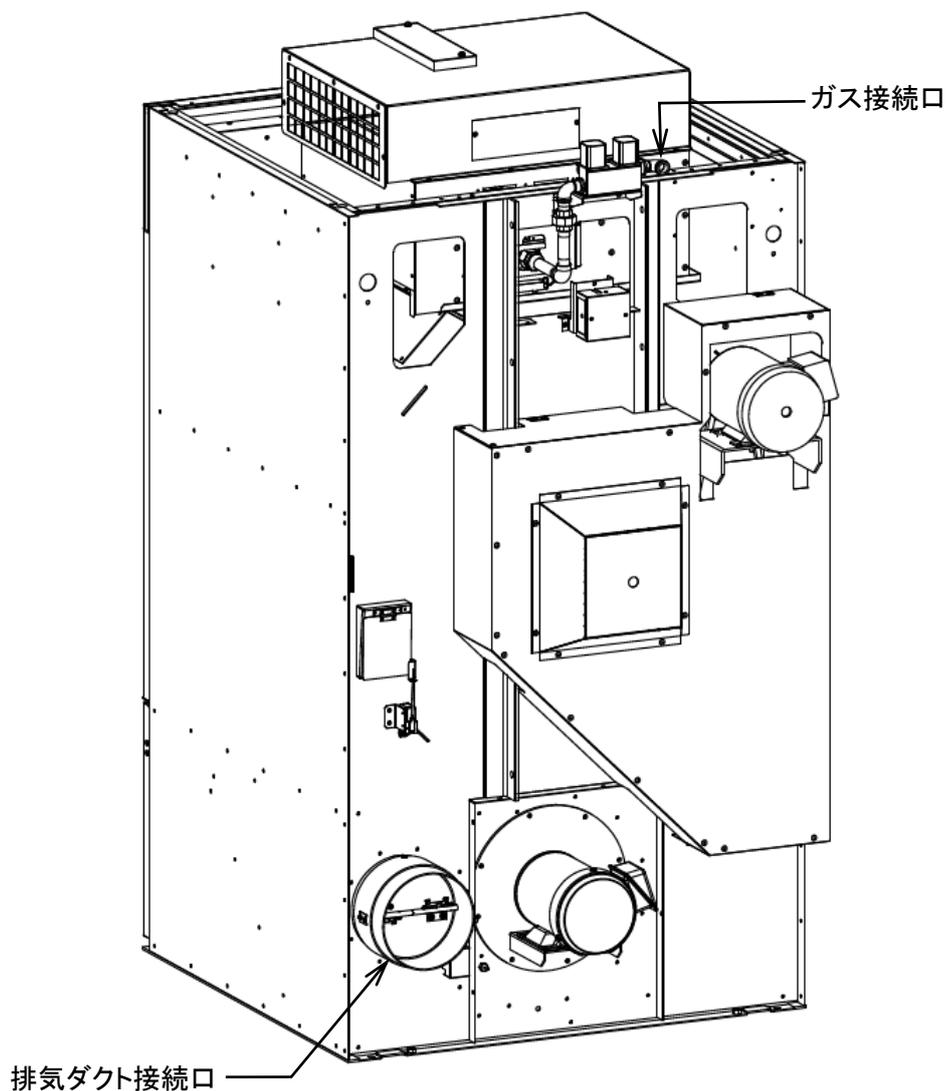

図 5-1
- ・ ガス配管接続口に配管を接続します。(図 5-1)
- ・ 排気ダクト接続口にダクトを接続します。接続口の外形は  $\phi 198\text{mm}$  です。(図 5-1)